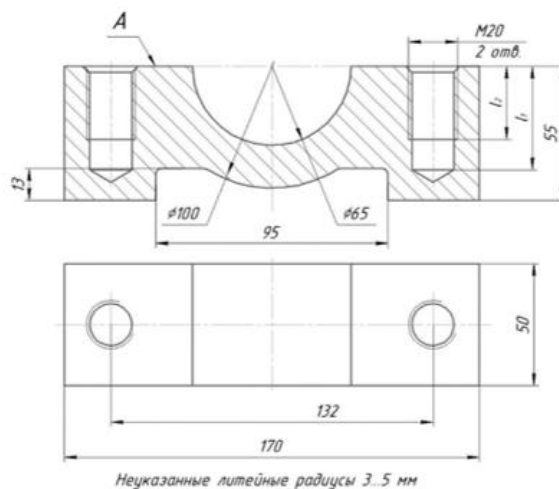

Рис. 1 Чертеж детали «Корпус»
- Создание электронной модели детали «Корпус» (рис. 1);